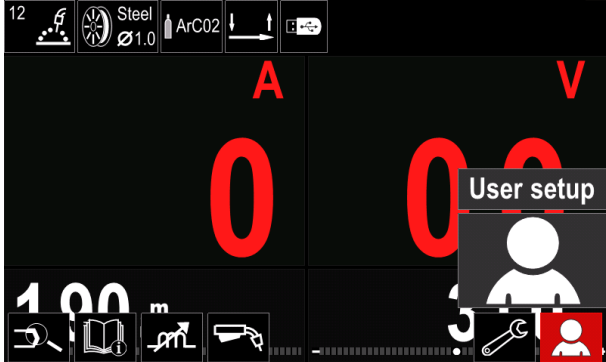

Abbildung 16
- Begeben Sie sich in die „Benutzereinrichtung“ (siehe Abbildung 16)